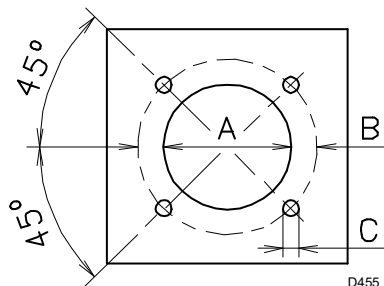

Fig. 7
5.4 Comprimento do tubo de fogo (Fig. 7)
Para as caldeiras com a frente refrigerada por água, não é necessário o revestimento refractário (10)-11)(Fig. 7), excepto se o fabricante da caldeira assim o indicar.
Uma vez efectuada esta operação, fixar a flange 7)(Fig. 7) à placa da caldeira, intercalando a junta 8) fornecida. Usar os 4 parafusos fornecidos, depois de haver protegido a rosca com um produto antibloqueio (massa para altas temperaturas, compounds, grafite).